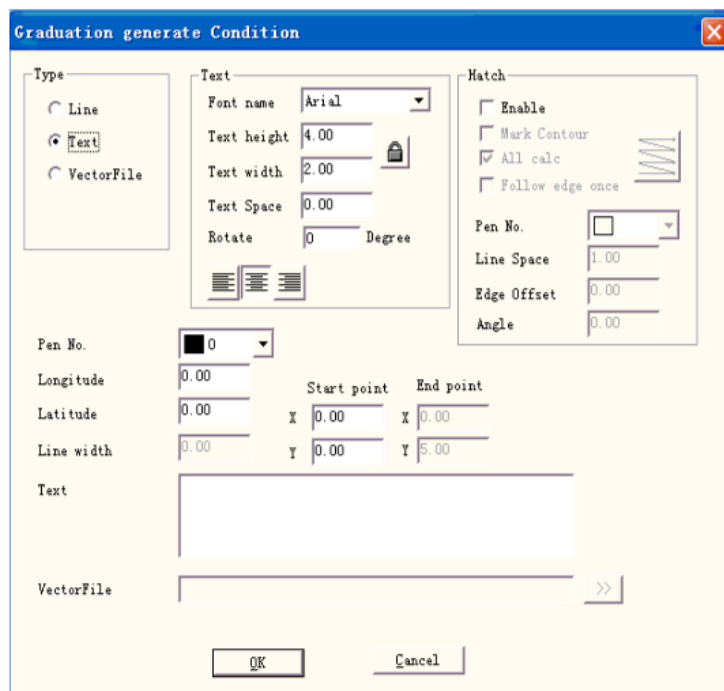

Figura 8-8
Paso 2: haga clic en menú item marcado rotativo 2 y en el cuadro de diálogo que se muestra en la Figura 8-8 emergente.
Haga clic en "Agregar" para editar el globo, como se muestra en la Figura 8-8: